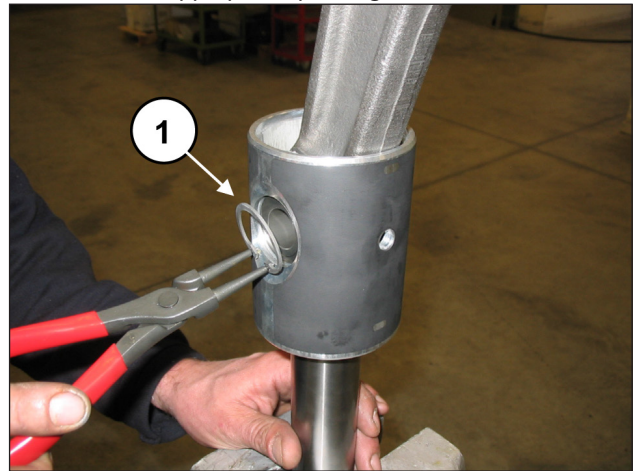
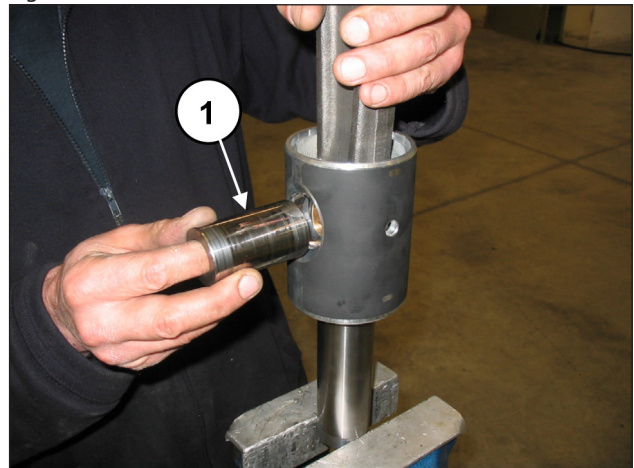
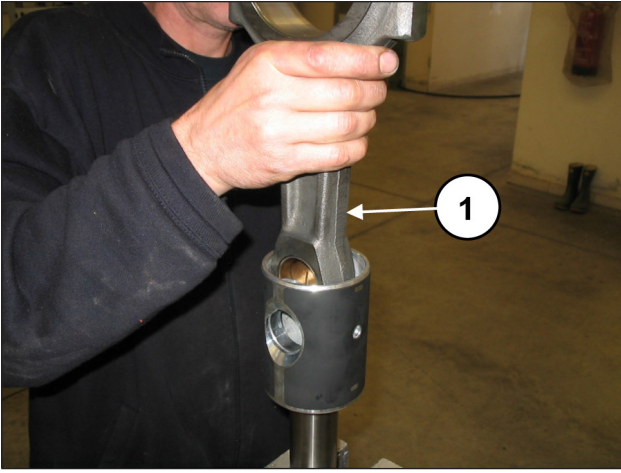

Fig. 43
Fig. 44
Fig. 45
Déposer les deux anneaux Seeger de retenue de la goupille à l'aide d'un outil approprié (rep. ①, Fig. 43).
Dégager la goupille (rep. ①, Fig. 44) et extraire la bielle (rep. ①, Fig. 45).
Insérer la bielle dans le guide de piston (rep. ①, Fig. 45) puis insérer la goupille (rep. ①, Fig. 44). Appliquer les deux Seeger d'appui à l'aide de l'outil approprié (rep. ①, Fig. 43).